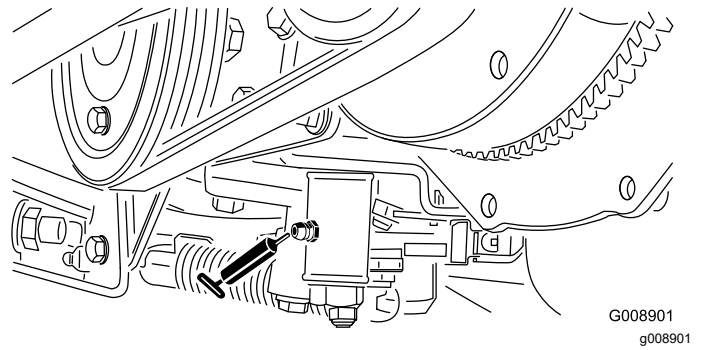

Bild 67
2. Heben Sie die Rückseite der Maschine unter dem Hinterradmotor an. (Bild 67).
- Leerlaufeinstellung (Bild 67)